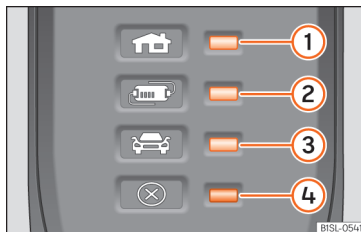

Рис. 67 На зарядному кабелі для розеток: Контрольні індикатори на захисному пристрої.
»» **рис. 67:**
Електронний захисний пристрій »» **рис. 67** утримує роз'єм без напруги до тих пір, поки його не вставлять у гніздо заряджання автомобіля.
»» **рис. 67** 1, 2 або 3 загоряються зеленим кольором.
Індикація »» рис. 67	Значення
②, ④ блимають	Захисний пристрій сильно нагрівся.
Якщо процес заряджання продовжується з нижчим струмом, на додаток до індикатора роботи блимає червоним попереджувальна лампочка »» рис. 67 ④.
- Якщо відключення або зниження зарядного струму відбувається знову й причиною, вочевидь, не є вплив зовнішнього джерела тепла, зверніть увагу, який саме зелений індикатор блимає »» рис. 67. Щоб перевірити зарядний кабель, рекомендуємо звернутися до представника дилерської мережі SEAT. Щоб перевірити підключення зарядної інфраструктури, зверніться до установи, що спеціалізується на електроустановках.
Якщо попереджувальний індикатор ④ блимає червоним або горить, а один із контрольних індикаторів »» рис. 67 ①, ② або індикатор роботи ③, у свою чергу, не горить постійно, це свідчить про несправність.